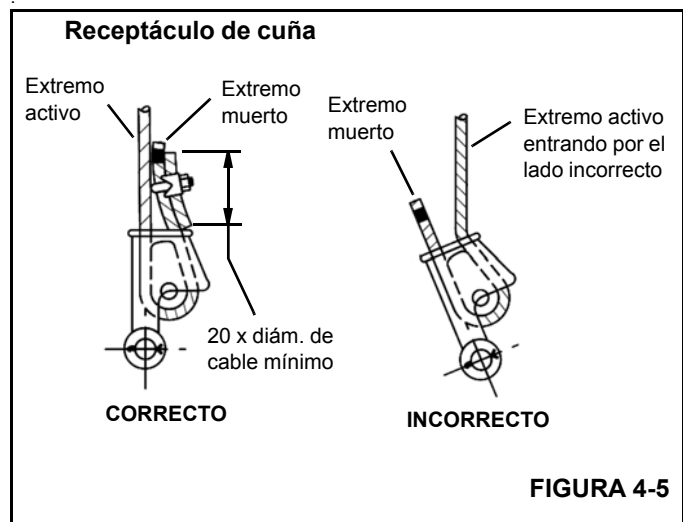

FIGURA 4-5
3. Inserte el cable en el receptáculo, asegurándose que el extremo activo (Figura 4-5) del cable quede directamente en línea con las orejetas del receptáculo y con la dirección de la tracción que se aplicará al cable. Si el cable se instala de modo incorrecto en el receptáculo, se producirá un doblez en el punto que el cable sale del receptáculo, y el borde del receptáculo desgastará el cable, causándole daños y la falla eventual del mismo.
4. Forme un lazo con el cable y devuelva el cable a través del receptáculo, permitiendo que el extremo muerto (Figura 4-5) sobresalga del receptáculo. Verifique que el extremo muerto del cable tenga un largo suficiente para aplicarle un aparejo de terminación al extremo después de haber asentado la cuña.